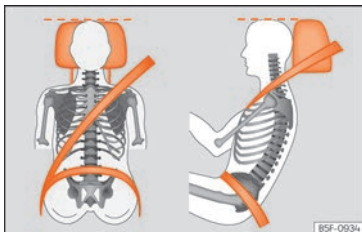

Fig. 4 Sangle bien ajustée et appuie-tête correctement réglé.
- Réglez l'appuie-tête de manière à ce que son bord supérieur soit, dans la mesure du possible, à la même hauteur que la partie supérieure de votre tête, et au moins à la hauteur de vos yeux. Gardez la nuque le plus près possible de l'appuie-tête » **fig. 4**.